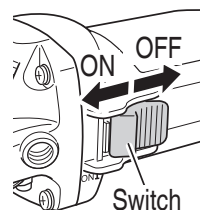

Fig. 11
2. Turn the grinder "on". (Fig. 11)